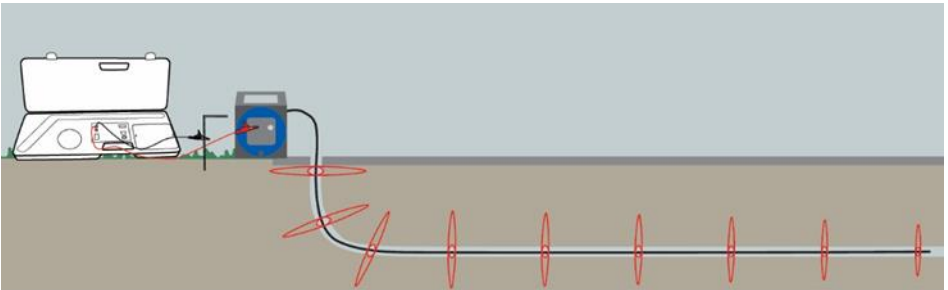

Figura 1
2. Usando el transmisor de su localizador de cables, conecte la pinza roja al botón rojo en el Pro65™ marcador de tubos de plástico. Conecte la pinza negra a la estaca de tierra incluida con el rastreador de cables. Vea figura 1 abajo.